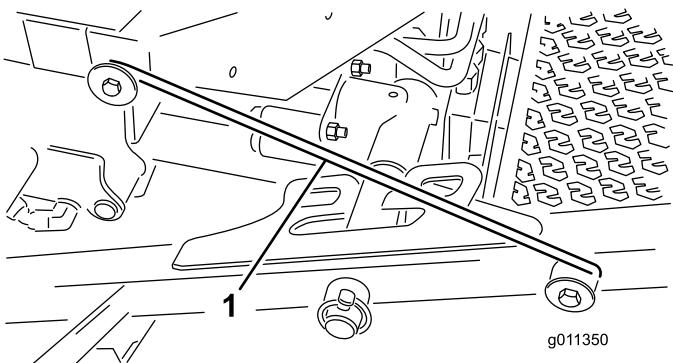

図 7
- 前のキャリア・フレーム・リテーナからラッチのロッド(図 7)を外す。
- 前カッティング・デッキの外側を持ち上げ、運転台前部のフレームについているピンにラッチを掛ける(図 7)。